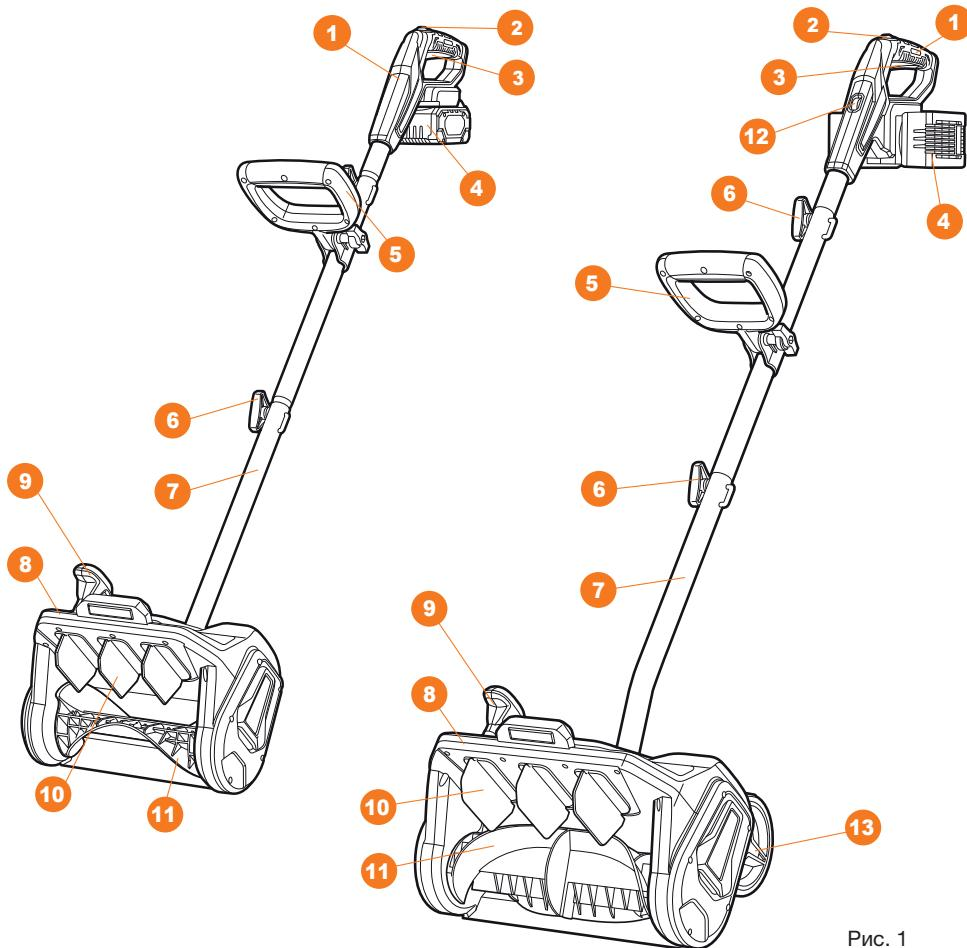

Рис. 1
- Отрегулируйте направление выброса снега изменив положение рычага ⑨ (Рис. 1).
- Возьмите устройство двумя руками за основную ① и вспомогательную ⑤ рукоятки таким образом, чтобы шнек ⑪ устройства был направлен от оператора (Рис. 1).
- Зажмите кнопку блокировки включения ② и затем нажмите кнопку запуска двигателя ③. После старта двигателя кнопку блокировки ② можно отпустить (Рис. 1).
- Для изменения скорости вращения шнека на моделях **DAST 4242Li / DAST 4242Li SET** используйте кольцо регулировки оборотов ⑫ (Рис. 1).
- Удерживайте кнопку запуска двигателя ③ на протяжении всей уборки территории от снега (Рис. 1).
- Для остановки двигателя отпустите кнопку ③ (Рис. 1).
- Дождитесь полной остановки шнека ⑪, прежде чем закончить работу (Рис. 1).